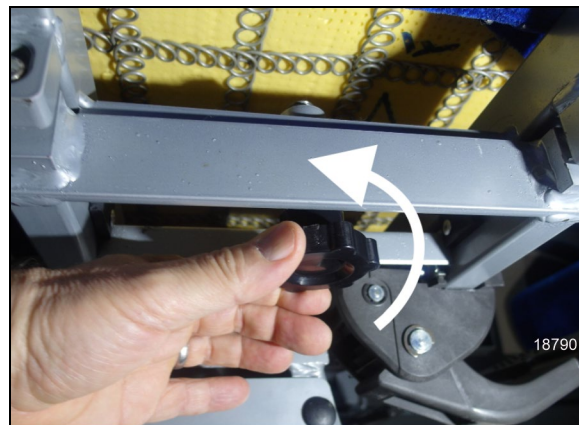

FIGURE 27: DÉVISSER LE GOUJON AVEC MOLETTE
1. Sous les sièges, dévisser complètement le goujon avec la molette du côté de l'allée centrale (Figure 27).